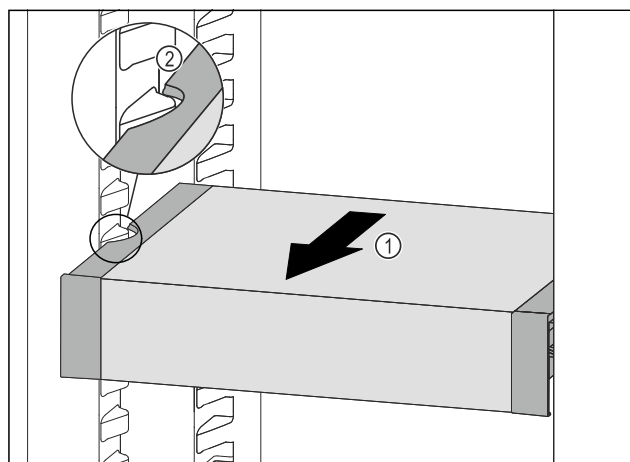

Fig. 187
- Tirer le VarioSafe vers l'avant *Fig. 187 (1)* jusqu'à ce que les encoches latérales du VarioSafe se trouvent au niveau de la nervure du bac dans la partie réfrigérateur. *Fig. 187 (2)*